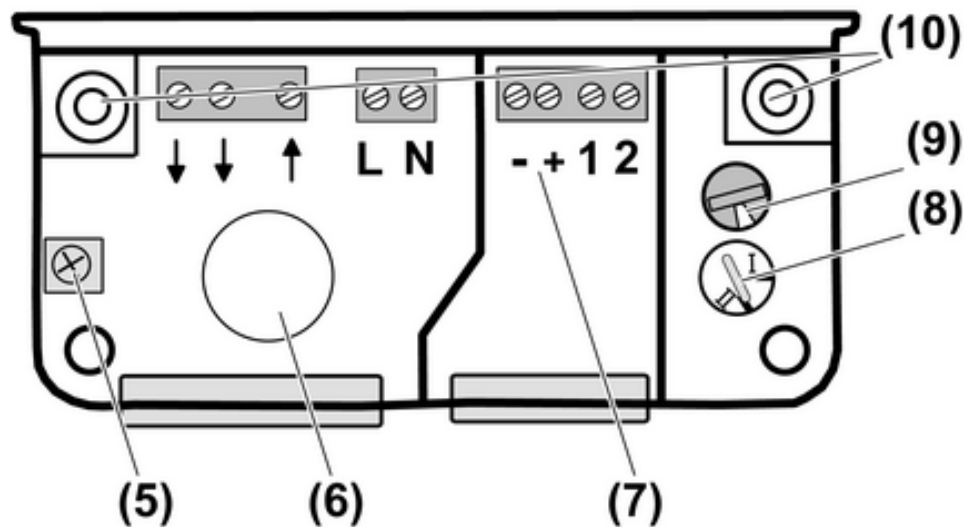

Bild 3: Anschlussraum Windsensor-Schnittstelle
- Gehäusedeckel der Windsensor-Schnittstelle durch lösen der zwei Schrauben (3) abnehmen.
- Bei rückseitiger Leitungseinführung die Gummidichtung (6) durchstoßen und Leitung einführen (Bild 3).
- Den Drehschalter (8) in Position II einstellen, Werkseinstellung (Bild 3).